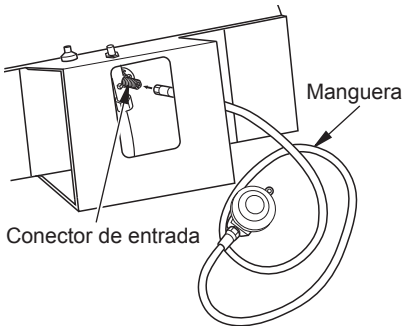

Figura 4 - Manguera y conector de entrada
3. Conecte la manguera a la entrada de la válvula (consulte la figura 4). Apriete firmemente usando una llave.